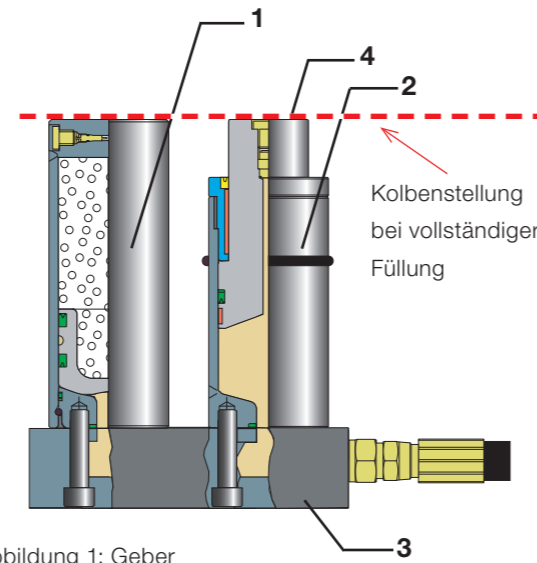

Abbildung 1: Geber
3.1 Geber (2018.20.) (Abb.1)
Der Geber (Abb.1) besteht aus einem Druckspeicher (1), einem Antriebszylinder (2) und einer Adapterplatte (3). Der Druckspeicher ermöglicht die Einstellung der Kraft des Nehmers und verhindert einen Überdruck im System. Nach Erreichen der Hubendlage des Nehmers wird überschüssiges Öl in den Druckspeicher verdrängt (Überhub).
➔ **Wenn das System vollständig mit Öl befüllt ist, befindet sich der Kolben des Antriebszylinders auf der gleichen Höhe wie der Druckspeicher (siehe Abbildung 1).**